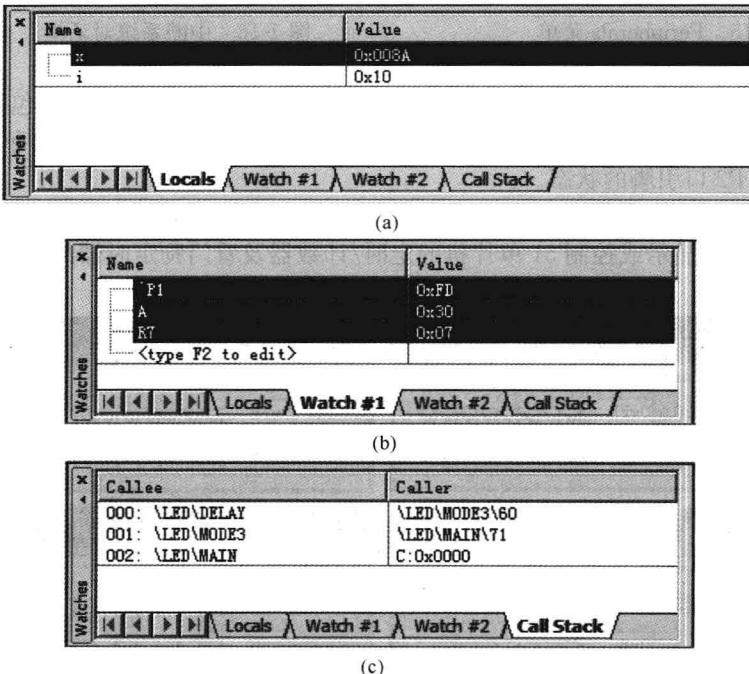

图 1-14 观察和调用堆栈窗口
要观察调试过程中一些变量的变化，就要使用观察和调用堆栈窗口，单击菜单“View→Watch & Call Stack Window”或快捷图标WCS后，显示如图 1-14 所示的窗口。
(1) Locals 标签内容显示程序调试过程中当前局部变量的使用情况，图 1-14 (a) 中显示的就是当前局部变量 x 和 i 的值。
(2) Watch #1/#2 显示程序中的变量或表达式在调试过程中的当前值，如图 1-14 (b) 所示。使用方法是在 Watch 窗口用鼠标单击<type F2 to edit>，然后按 F2 激活该处文本框，输入要观察的变量名即可，需要删除时，可以鼠标单击要删除的变量名，按 Delete 键即可。
(3) Call Stack 显示当前调试过程中对子程序的调用情况，如图 1-14 (c) 所示。